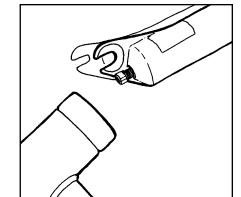

Fig. 6
6. Verwenden Sie einen 5 mm Inbus-Schlüssel und lösen Sie die Führungsschrauben um ein paar Umdrehungen. Schlagen Sie kräftig mit einem Gummihammer auf die Schrauben, um die Führungstangen im unteren Rohr zu lösen (s. Abb. 6). Entfernen Sie die Schrauben. Wenn Sie die Führungsschrauben entfernen, läuft das Öl des HydraCoil-Systems aus den unteren Rohren. Fangen Sie das Öl mit der Ölwanne auf und entsorgen Sie es vorschriftsgemäß.